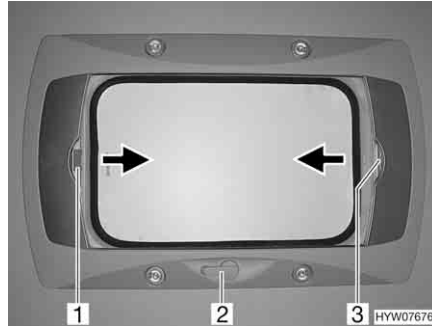

Bild 86 Kurbelhub-Dachhaube
- Öffnen:* ■ Die Handkurbel (Bild 86,2) drehen, bis Widerstand spürbar ist (max. Öffnungswinkel 70°).
- Schließen:* ■ Die Faltverdunklung am Griff (Bild 86,3) in Pfeilrichtung ziehen und an der gewünschten Position loslassen. Die Faltverdunklung bleibt in dieser Position stehen.
- Schließen:* ■ Das Insektenschutzrollo am Griff (Bild 86,1) in Pfeilrichtung zum gegenüberliegenden Griff der Faltverdunklung (Bild 86,3) ziehen und einrasten lassen.
- Öffnen:* ■ Den Griff des Insektenschutzrollos (Bild 86,1) hinten nach oben drücken und das Insektenschutzrollo an der Faltverdunklung (Bild 86,3) aushängen.